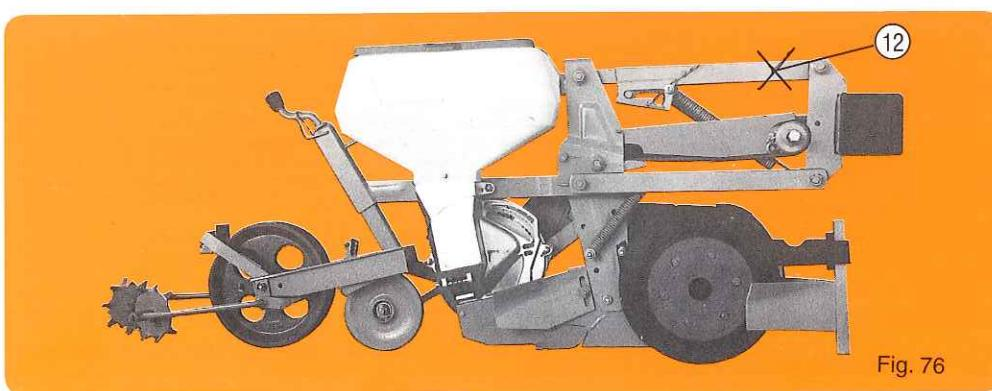

Fig. 76
- Double disque + roues accolées (fig. 76) : livré avec soc bas spécial allongé betterave.
- Scheibenbarts mit Andruckrolle (Abb. 76) mit verlängertem flachem Spezialsässchar für Rüben (für Direktsaat geeignet).
- Double disc openers with side press wheel (fig. 76) : supplied with special long low beet shoe. To be used for planting directly in a cover crop.